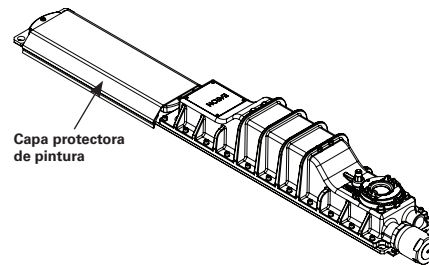

Figura 13
2. Coloque la capa sobre la superficie que emite luz con la sección abierta opuesta a la luminaria (observe la Figura 13).